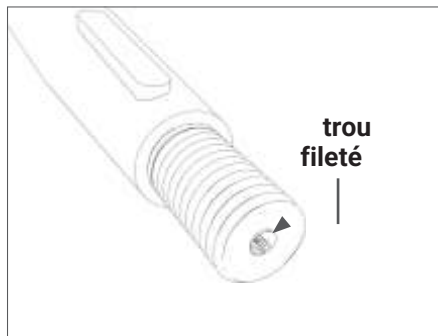
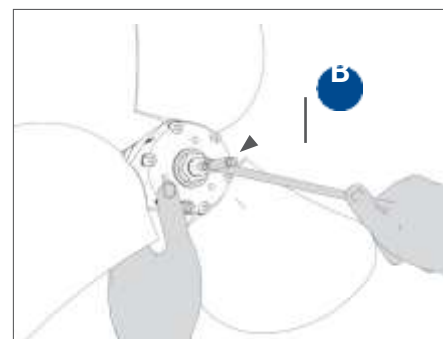

FIG. 16 Réaliser un trou fileté sur l'arbre, il doit être parfaitement centré et aligné
FIG. 17 Visser le boulon de sécurité
- Pour les versions ligne d'arbre, l'écrou de serrage **B** est prédisposé pour le montage, et le boulon de sécurité **A** est fourni pour les personnes désirant l'installer. Si l'on souhaite procéder avec cette solution pour une sécurité majeure, il faudra percer un trou fileté dans l'arbre d'hélice avec un filetage de la taille appropriée au boulon, en s'assurant qu'il soit centré et parfaitement aligné (Fig. 16), pour pouvoir insérer le boulon de sécurité **B** (Fig. 17).